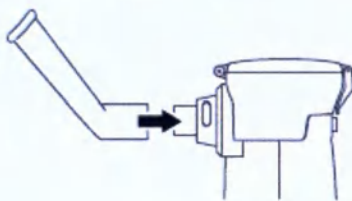
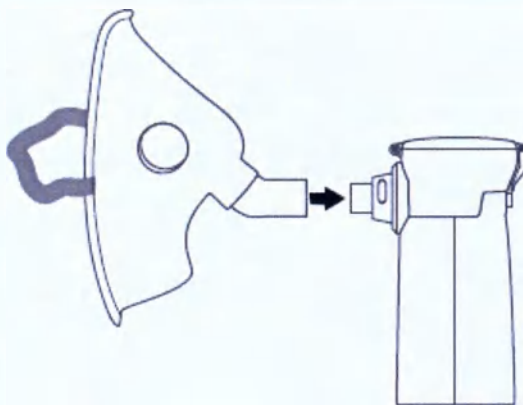

Рисунок 6
Рисунок 7
3. Установите мундштук (см. рисунок 6) или маску (см. рисунок 7).